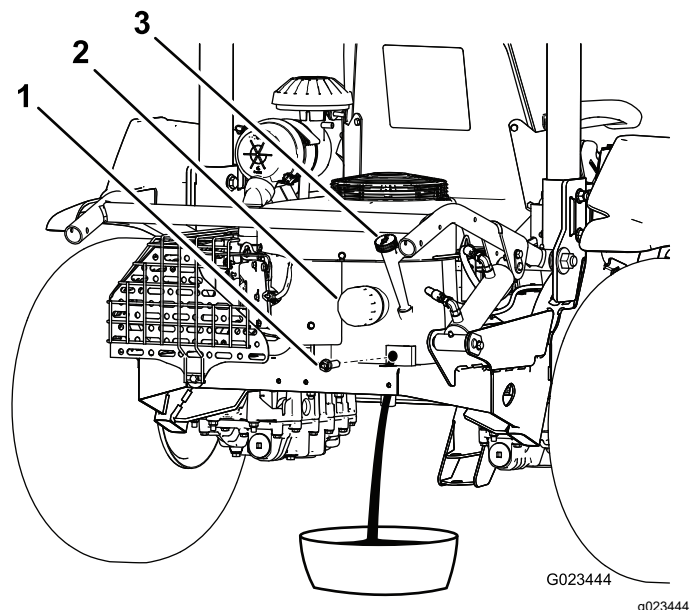

Bild 37
3. Entfernen Sie die Ablassschraube (Bild 37) und lassen Sie das Öl in einen geeigneten Behälter ab. Schrauben Sie die Ablassschraube wieder ein, nachdem das Öl abgelassen ist.